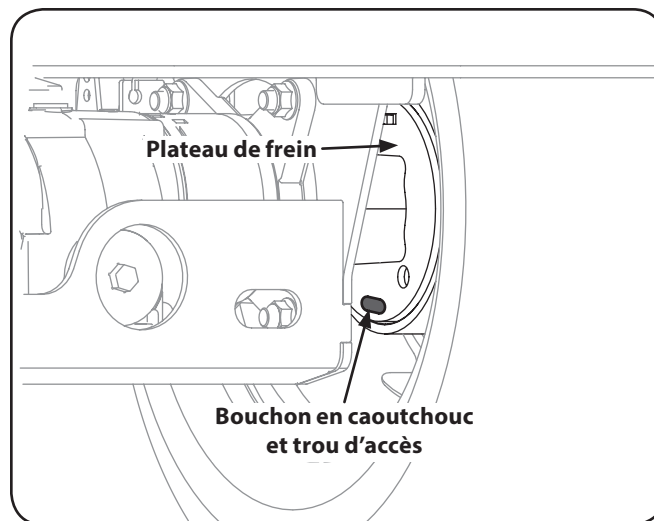

Figure 6-5
1. Il y a un trou d'accès au bas du plateau de frein situé à l'intérieur de la roue arrière. Repérez ce trou et retirez le bouchon en caoutchouc afin d'accéder au mécanisme de réglage de la bande de frein. Voir Figure 6-5.